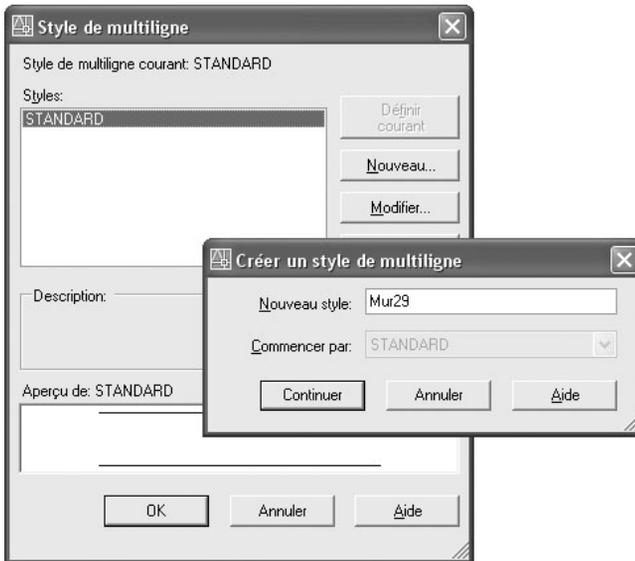

Fig.4.20
- 2] Cliquer sur **Nouveau** (New) puis entrer un nom dans le champ **Nouveau Style** (New Style). Par exemple : Mur29. Cliquer ensuite sur **Continuer** (Continue) (fig.4.20).